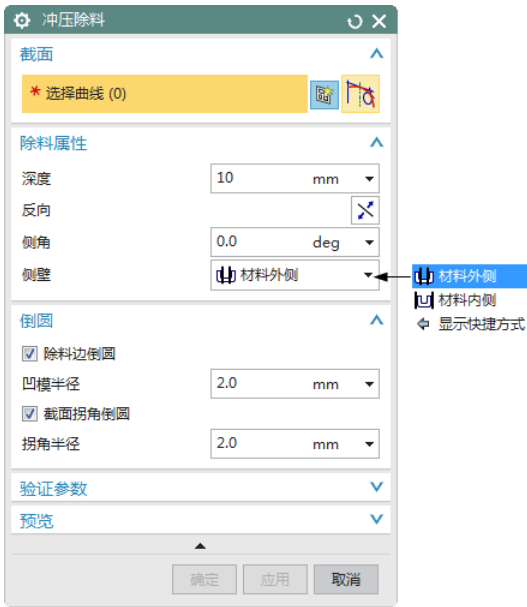

图 4-1 “冲压除料”对话框
选择“菜单(S)”→“插入(S)”→“冲孔(H)”→“冲压除料(C)”，或者单击“主页”选项卡“凸模”面组上的“冲压除料”按钮，打开如图 4-1 所示的“冲压除料”对话框。
(1) 选择曲线：用来指定使用已有的轮廓线来创建冲压除料特征，在图 4-1 “冲压除料”对话框中为默认选项，即默认选中图标。
(2) 绘制草图：在图 4-1 “冲压除料”对话框中单击图标，可以在钣金零件放置面上绘制轮廓线草图来创建冲压除料特征。